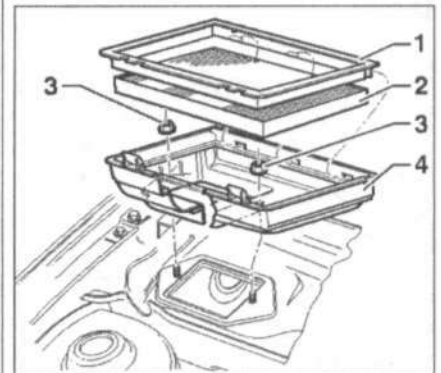

Рис. 13.68. Отцепите корпус 1 и извлеките пылевой фильтр 2. Открутите гайки 3 и извлеките корпус 4 пылевого фильтра.
21. Отцепите корпус 1 и извлеките пылевой фильтр 2 (рис. 13.68). Открутите гайки 3 и извлеките корпус 4 пылевого фильтра.